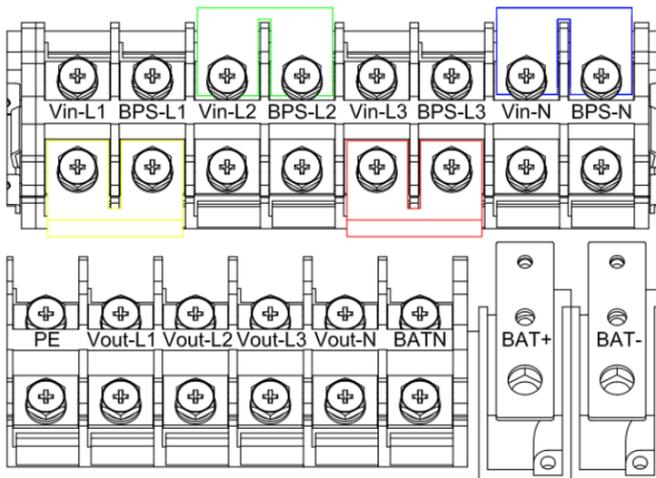

Рисунок 5 – Схема подключения изделия при одиночном входе, где клеммы Vin и BPS соединены медными перемычками по фазам и нейтрали
- проводники фаз L1, L2, L3 и провод N питающей линии от распределительного щита, предназначенные для подключения на входы изделия, должны быть обесточены (см. рисунок 5,6);